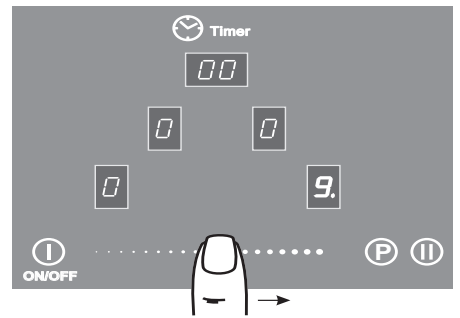

Рис.13
2. Для выбора необходимого режима нагрева коснитесь поверхности ④ - «скользящая кнопка» в районе требуемого режима нагрева конфорки и, при необходимости, перемещая палец, измените режим нагрева (рис.13). Когда уровень мощности меняется, звучит сигнал, а в окне выбранной конфорки отображается мощность от «0» до «9».